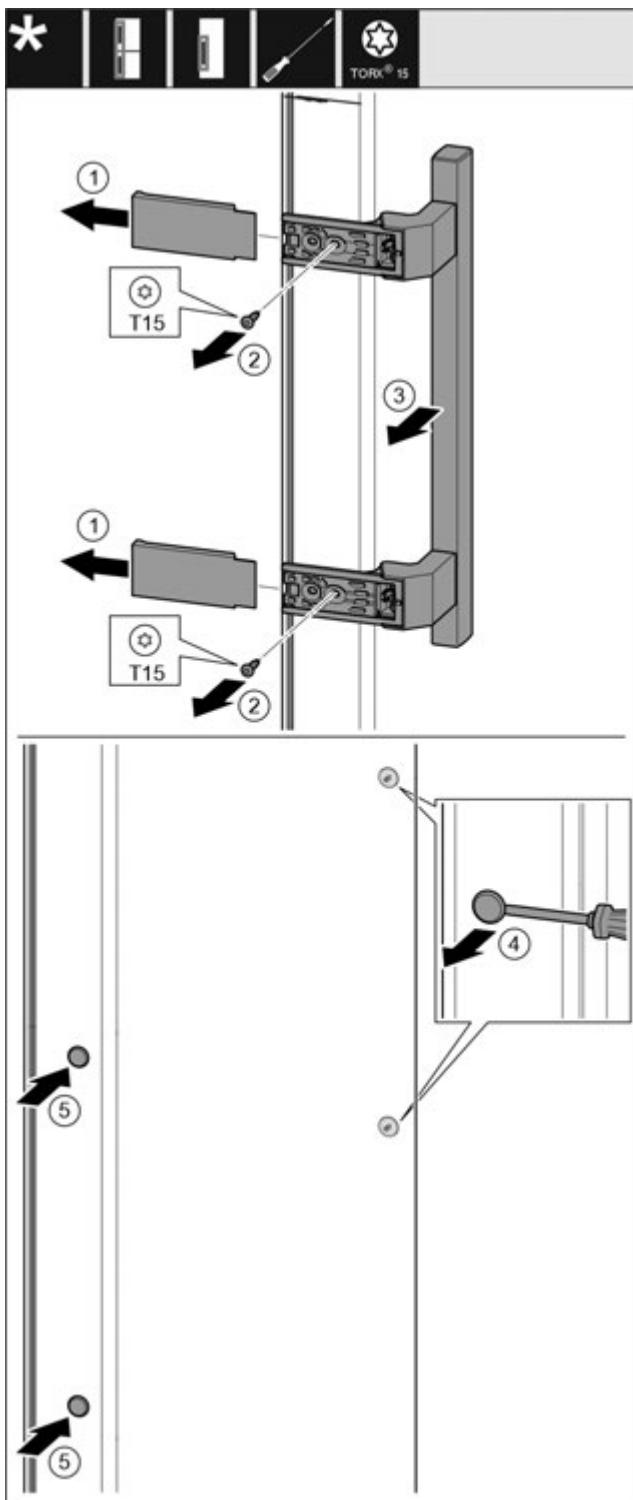

Fig. 20
- Зніміть кришку. Fig. 20 (1)
- Викрутіть гвинти за допомогою викрутки T15. Fig. 20 (2)
- Зніміть ручку. Fig. 20 (3)
- За допомогою шліцової викрутки обережно підійміть бокову пробку та витягніть її. Fig. 20 (4)
- Знову вставте пробку з іншого боку. Fig. 20 (5)